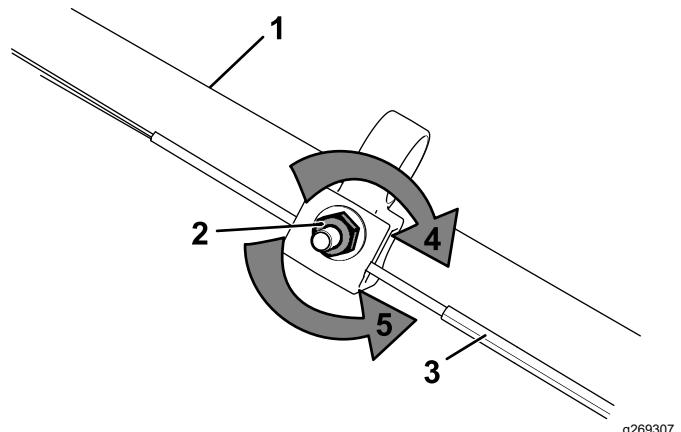

Figura 27
1. Gire la tuerca de ajuste en sentido antihorario para aflojar el cable (Figura 27).
2. Ajuste la tensión del cable (Figura 27) tirando del mismo hacia atrás o empujándolo hacia adelante, y manténgalo en esa posición.